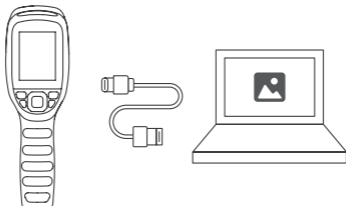

Abbildung 4.1.1
2. Verbinden Sie TC005 mit dem mitgelieferten USB-Kabel an Ihren Computer (siehe Abbildung 4.1.1).